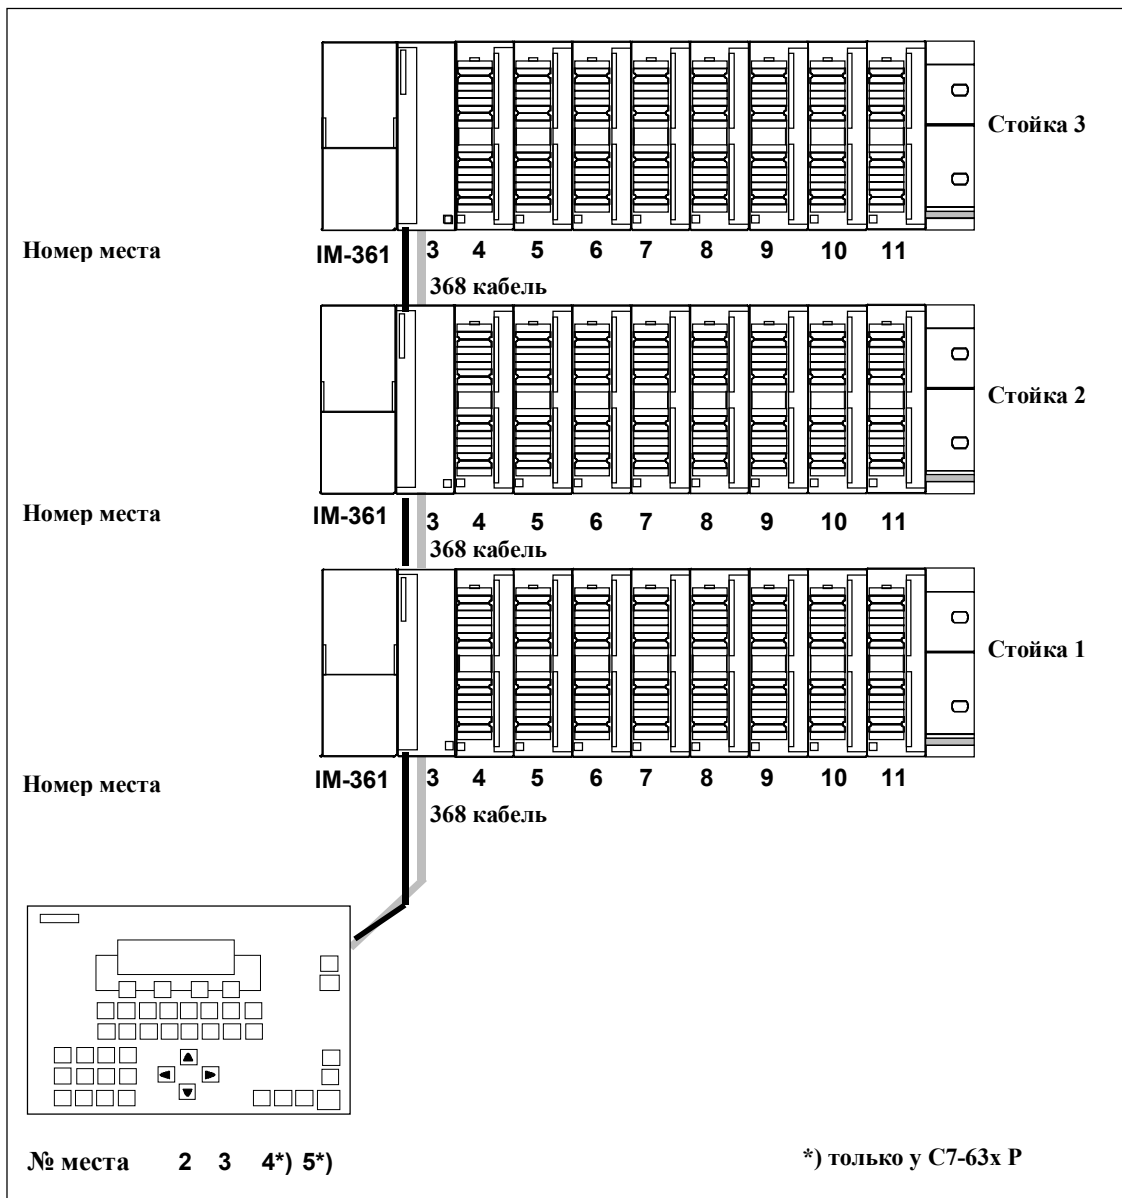

Рис. 2-18 Максимальный вариант расширения С7
2. Соединить С7 с IM 361 через стандарт IM кабель (см. рис. 2-18)